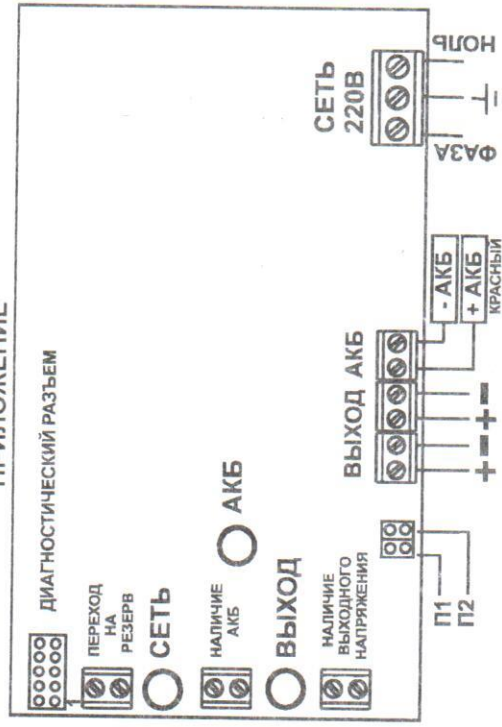

Рисунок 1. Вид источника с открытой крышкой (схема подключения)
- выдачу информационно-диагностических сообщений «Переход на резерв», «Наличие АКБ», «Наличие выходного напряжения» посредством переключения контактов реле. Выдача информационного сообщения «Переход на резерв» осуществляется с задержкой, определяемой положением переключателя П1 и П2 (см. рисунок 1 Приложения). Соответствие задержки положению переключателя показано в таблице 8 Приложения;
Подключение источника производится при отключенном сетевом напряжении и открытой крышке (см. рисунок 1 Приложения) в следующей последовательности: